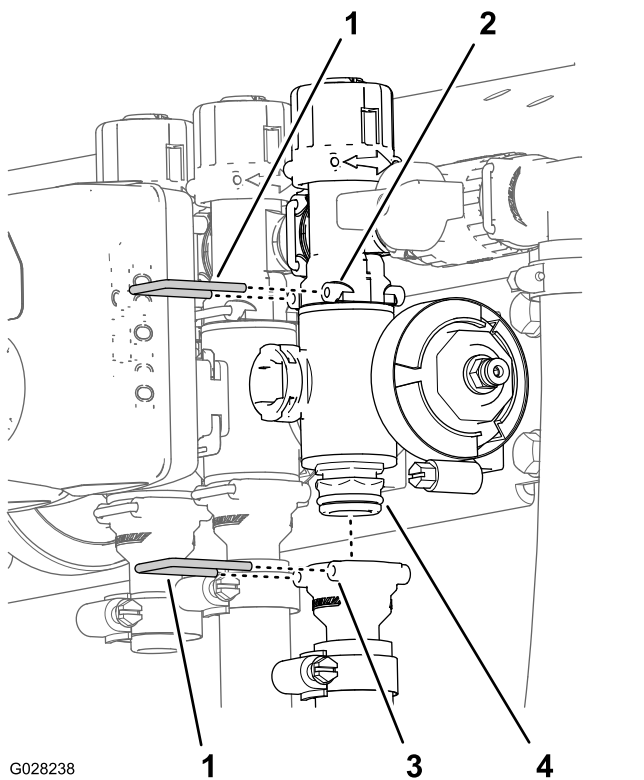

Рисунок 137
2. Снимите держатель, который крепит коллектор клапана секции к перепускному штуцеру (Рисунок 137).